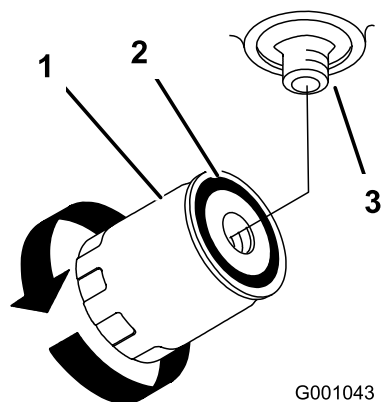

Figure 73
7. Appliquez une fine couche d'huile propre sur le joint en caoutchouc du filtre de rechange (Figure 73).
en caoutchouc vient toucher l'adaptateur du filtre. Serrez ensuite le filtre de 1/2 tour supplémentaire (Figure 73).